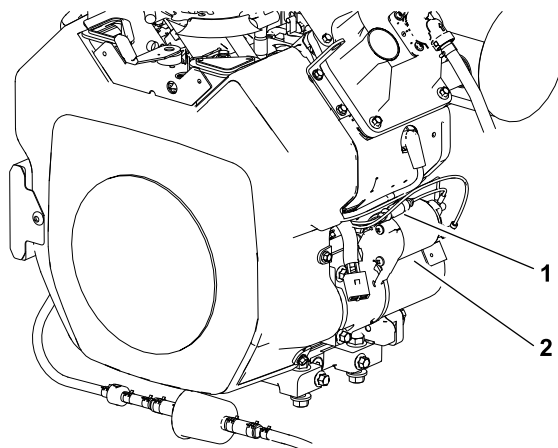

Figura 41
2. In prossimità del motorino di avviamento, separate le metà del portafusibili in linea del cablaggio preassemblato del motore (Figura 41).
- Montate le metà del portafusibili in linea (Figura 41).